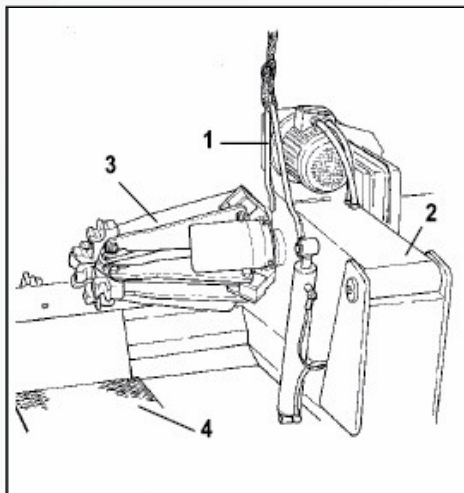

Рисунок 33
(на стэнде для транспортировки установлена вилка 1 (рис. 33).
1) Опустите вниз до конца кронштейн самоцентрирующейся цапги 2 (рис. 33).
2) Полностью сложите кронштейны цапги 3 (рис. 33).
3) Каретку 4 (рис.33) до упора подведите к кронштейну.